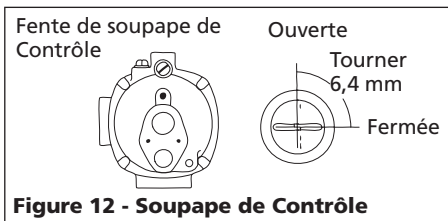

Figure 12 - Soupape de Contrôle
**REMARQUE:** Si la pompe pour puits profond est utilisée avec un jet de pompe de surface à boulons, s'assurer que la fente de la soupape de contrôle (Figure 12) soit toujours dans la position verticale (ouverte).
4. Fermer le robinet de contrôle (Figure 12) et ouvrir un robinet.